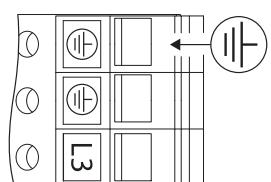

Fig. 26: Ekstra jordforbindelse
- På grund af den forøgede afledningsstrøm ved motorer fra 11 kW skal der iht. EN 61800-5-1:2008-04 tilsluttes en forstærket jordforbindelse (se Fig. 26).